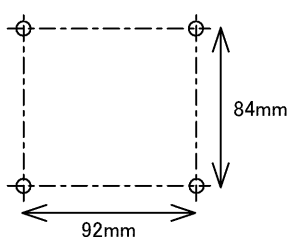
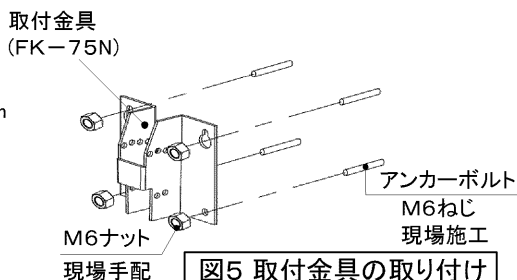
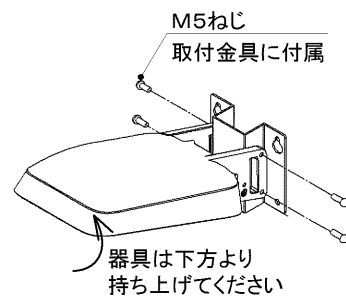

図4 取付寸法
図5 取付金具の取り付け
図6 器具の取り付け
### ● 壁面に取り付ける場合 (図4) (図5) (図6)
1. 図4の取付寸法で壁面にアンカーボルトを施工してください。
2. 取付金具はアンカーボルトと取付ナットにて堅固に締め付けてください。(図5)
3. 金具の凸部に対し器具を下方から持ち上げ、取付金具の同梱ねじ4本にて、取付金具と器具を(図6)のように締め付けてください。